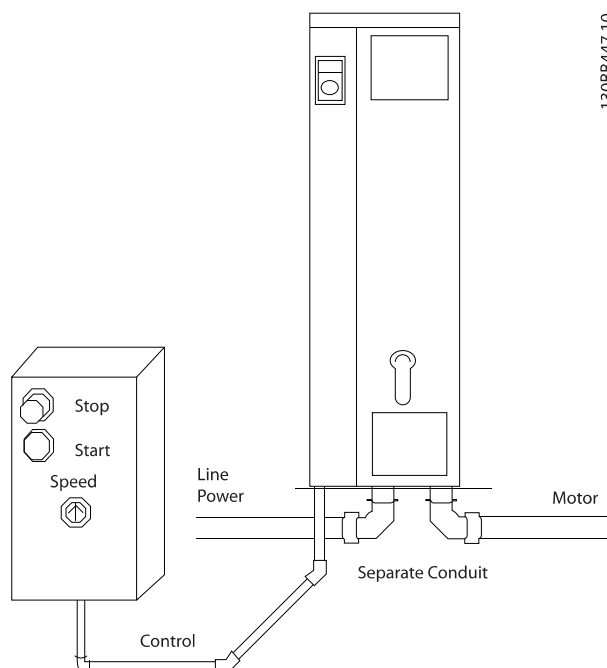

图 2.5 使用线管执行的正确电气安装
- 由于电动机线路带有高频电流，因此主电源、电动机功率以及控制线路必须单独布线。请使用金属线管或单独的屏蔽线。如果不隔离功率、电动机和控制线路，将可能影响设备的性能。请参阅 图 2.5。